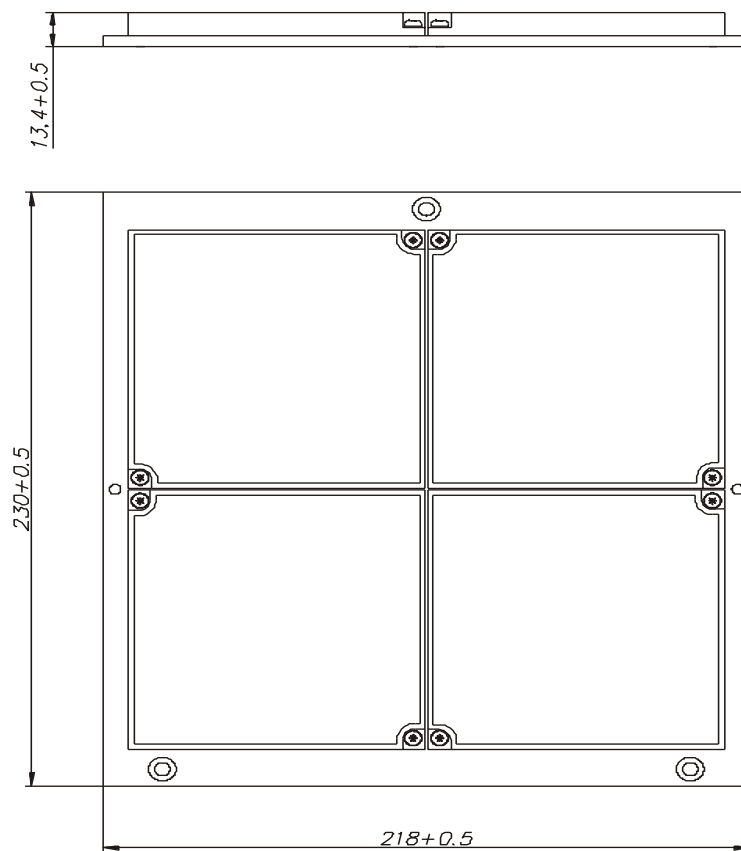

Fig. 9 Serie di riflettori 4xE39-R8
- con serie di riflettori 4xE39-R8 (Fig. 9)	50 m-100 m
Nel caso di distanze superiori a 50 m, prima dell'allineamento, collocare lo specchio (art. 2300LS-40) sulla serie di riflettori e spingerlo verso il basso, come mostrato in fig. 9. Il raggio laser del rivelatore deve essere rivolto al centro del riflettore o dello specchio usando tre viti di regolazione. Le viti di regolazione consentono di effettuare con precisione l'allineamento e fanno sì che, una volta riflesso dal riflettore, il raggio laser ritorni sulla piastra anteriore del rivelatore. Rimuovere lo specchio una volta effettuata la corretta regolazione del cammino ottico tra il rivelatore e il riflettore. La posizione del riflettore prismatico non può essere regolata: si consiglia pertanto di fissarla su una superficie piana utilizzando viti o collanti.